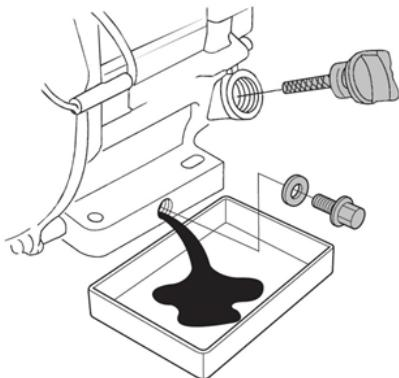

Рис. 16 Замена масла в двигателе
- Очистите от загрязнений зону вокруг маслозаливной горловины. Извлеките крышку-щуп из маслозаливной горловины (Рис. 16) и протрите щуп чистой ветошью.
- Открутите пробку для слива масла и слейте отработанное масло в подготовленную для этого емкость (Рис. 16).